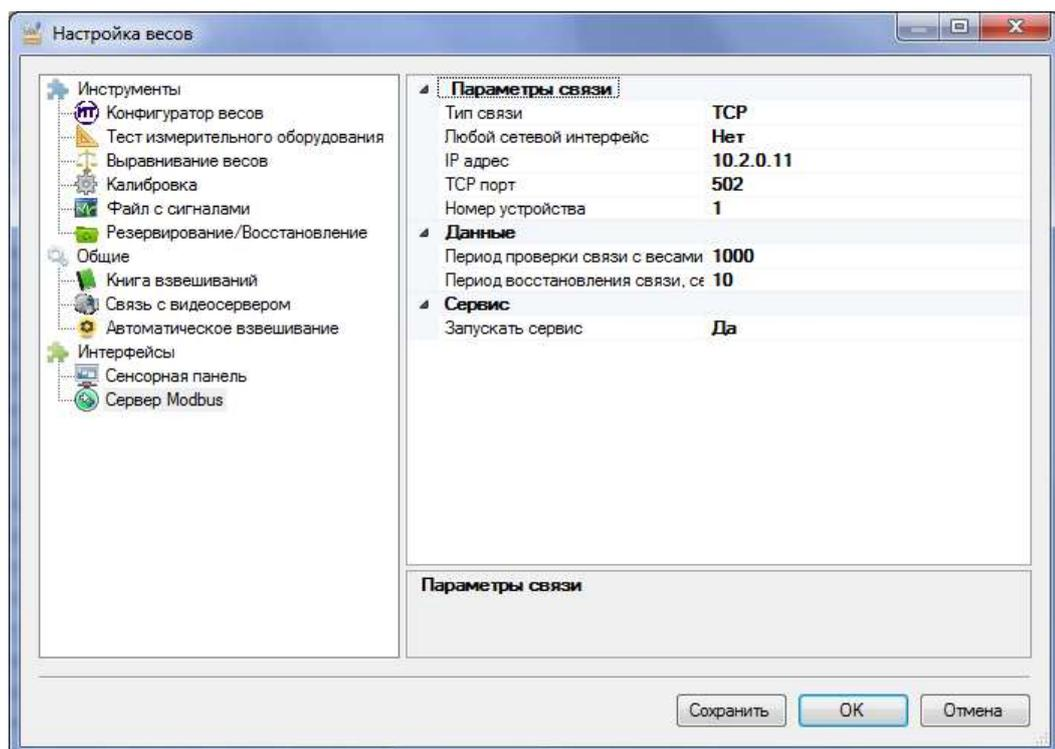

Рисунок 118 - Окно настройки сервера Modbus для типа связи TCP/IP
- 9) Для типа связи ТСРМР доступны настройки (см. Рисунок 118):